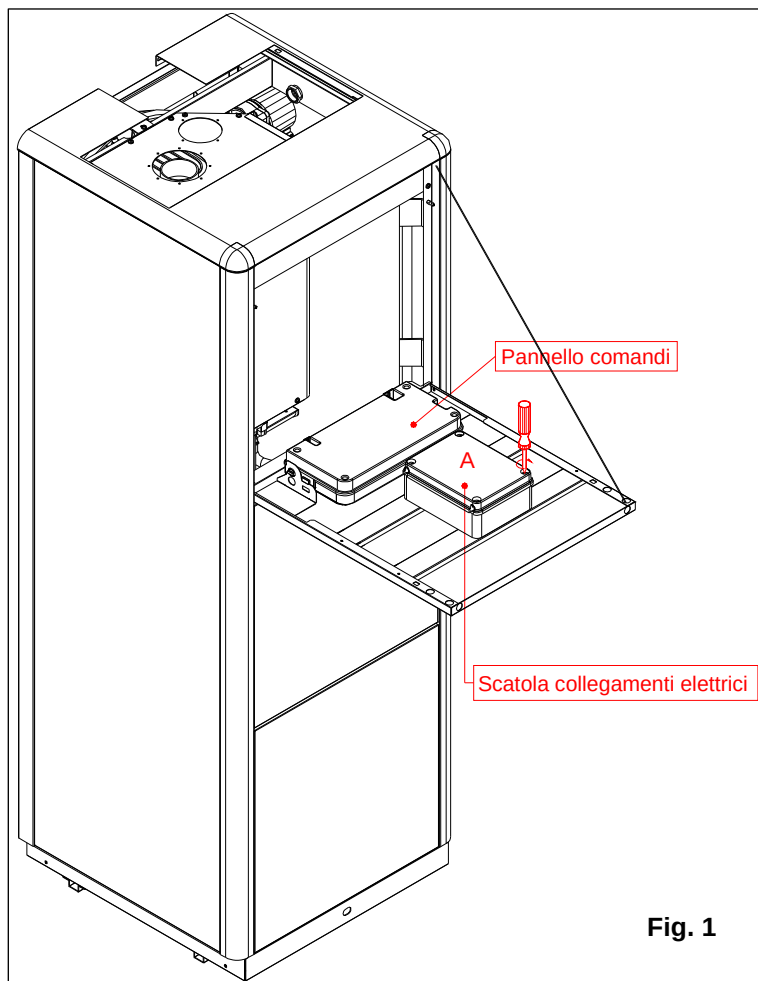

Fig. 1
- svitare le viti e rimuovere il carter **A** della scatola elettrica (vedi fig. 1).